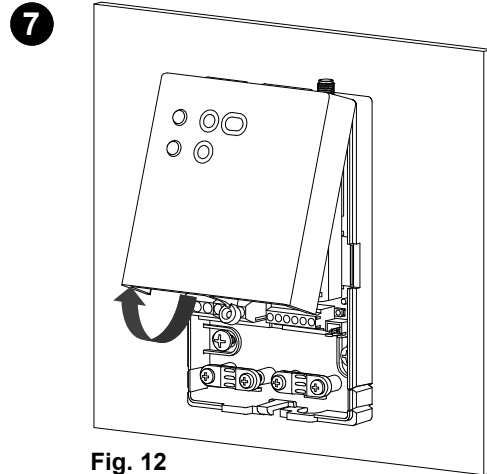

Fig. 12
- 7 Ruotare la calotta esercitando una leggera pressione fino ad estrarla completamente (Fig. 12).